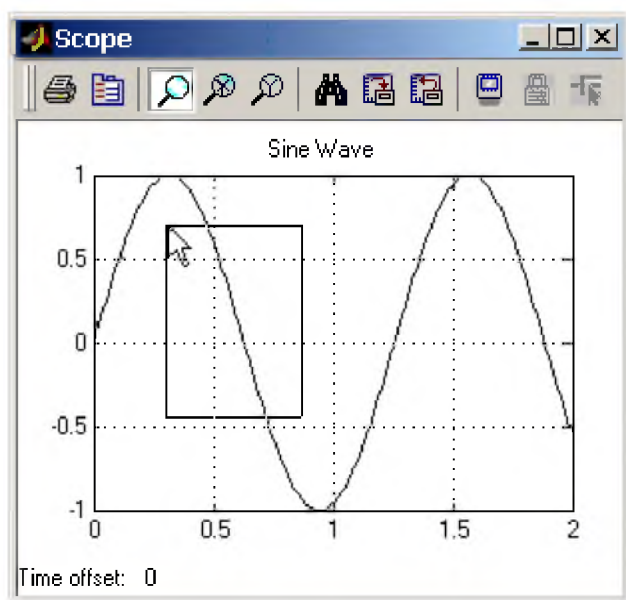

Рис. 9.2.3. Увеличение масштаба графика.
2. Нажать соответствующую кнопку (,  или ) и, нажав левую клавишу “мыши”, с помощью динамической рамки или отрезка указать область графика для увеличенного изображения. Рис. 9.2.3 поясняет этот процесс.